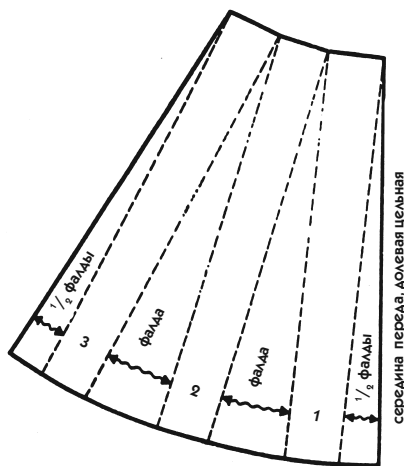

Рис. 179
4. Положите детали на новый лист и раздвиньте по линии низа на желаемую ширину, оставляя между полосами равные промежутки. При внимательном рассмотрении рис. 179 вы заметите, что между двумя полосами образуется полная фалда, а вдоль внешних краев лекала — только половина. Так и должно быть, потому что половина фалды по срединной линии будет удвоена при сгибе ткани, а та половина фалды, что находится на боковом срезе, образует полную фалду при соединении переднего и заднего полотнищ юбки.
5. Проведите контур каждой полосы (рис. 179), затем закончите лекало, четко выполнив внешние линии, то есть срединную линию, которая одновременно показывает направление долевой нити, а также линии бокового среза и талии.